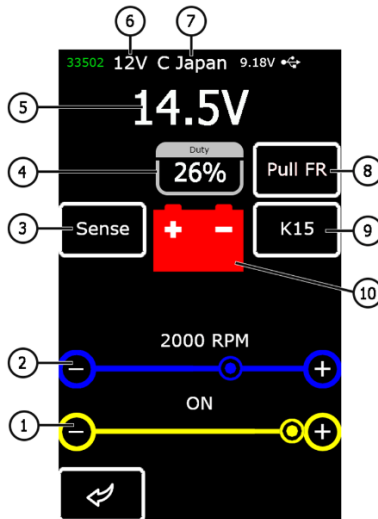

Рисунок 10. Інформація на екрані діагностики генератора/регулятора
Під час переходу в режим діагностики регуляторів на екрані може відображатися така інформація (див. рис. 10):
- 5) Оцінюється здатність регулятора підлаштовуватися під задану напругу стабілізації, яку задають повзунком поз. 1 рис.10.